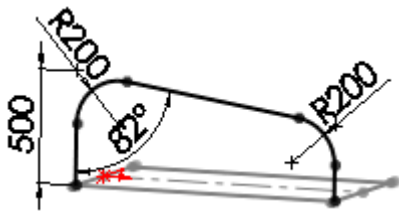

图 16-7 绘制圆角
② 单击“草图”工具栏中的“绘制圆角”按钮,绘制圆角,圆角半径数值为 200,如图 16-7 所示,单击“退出草图”按钮.